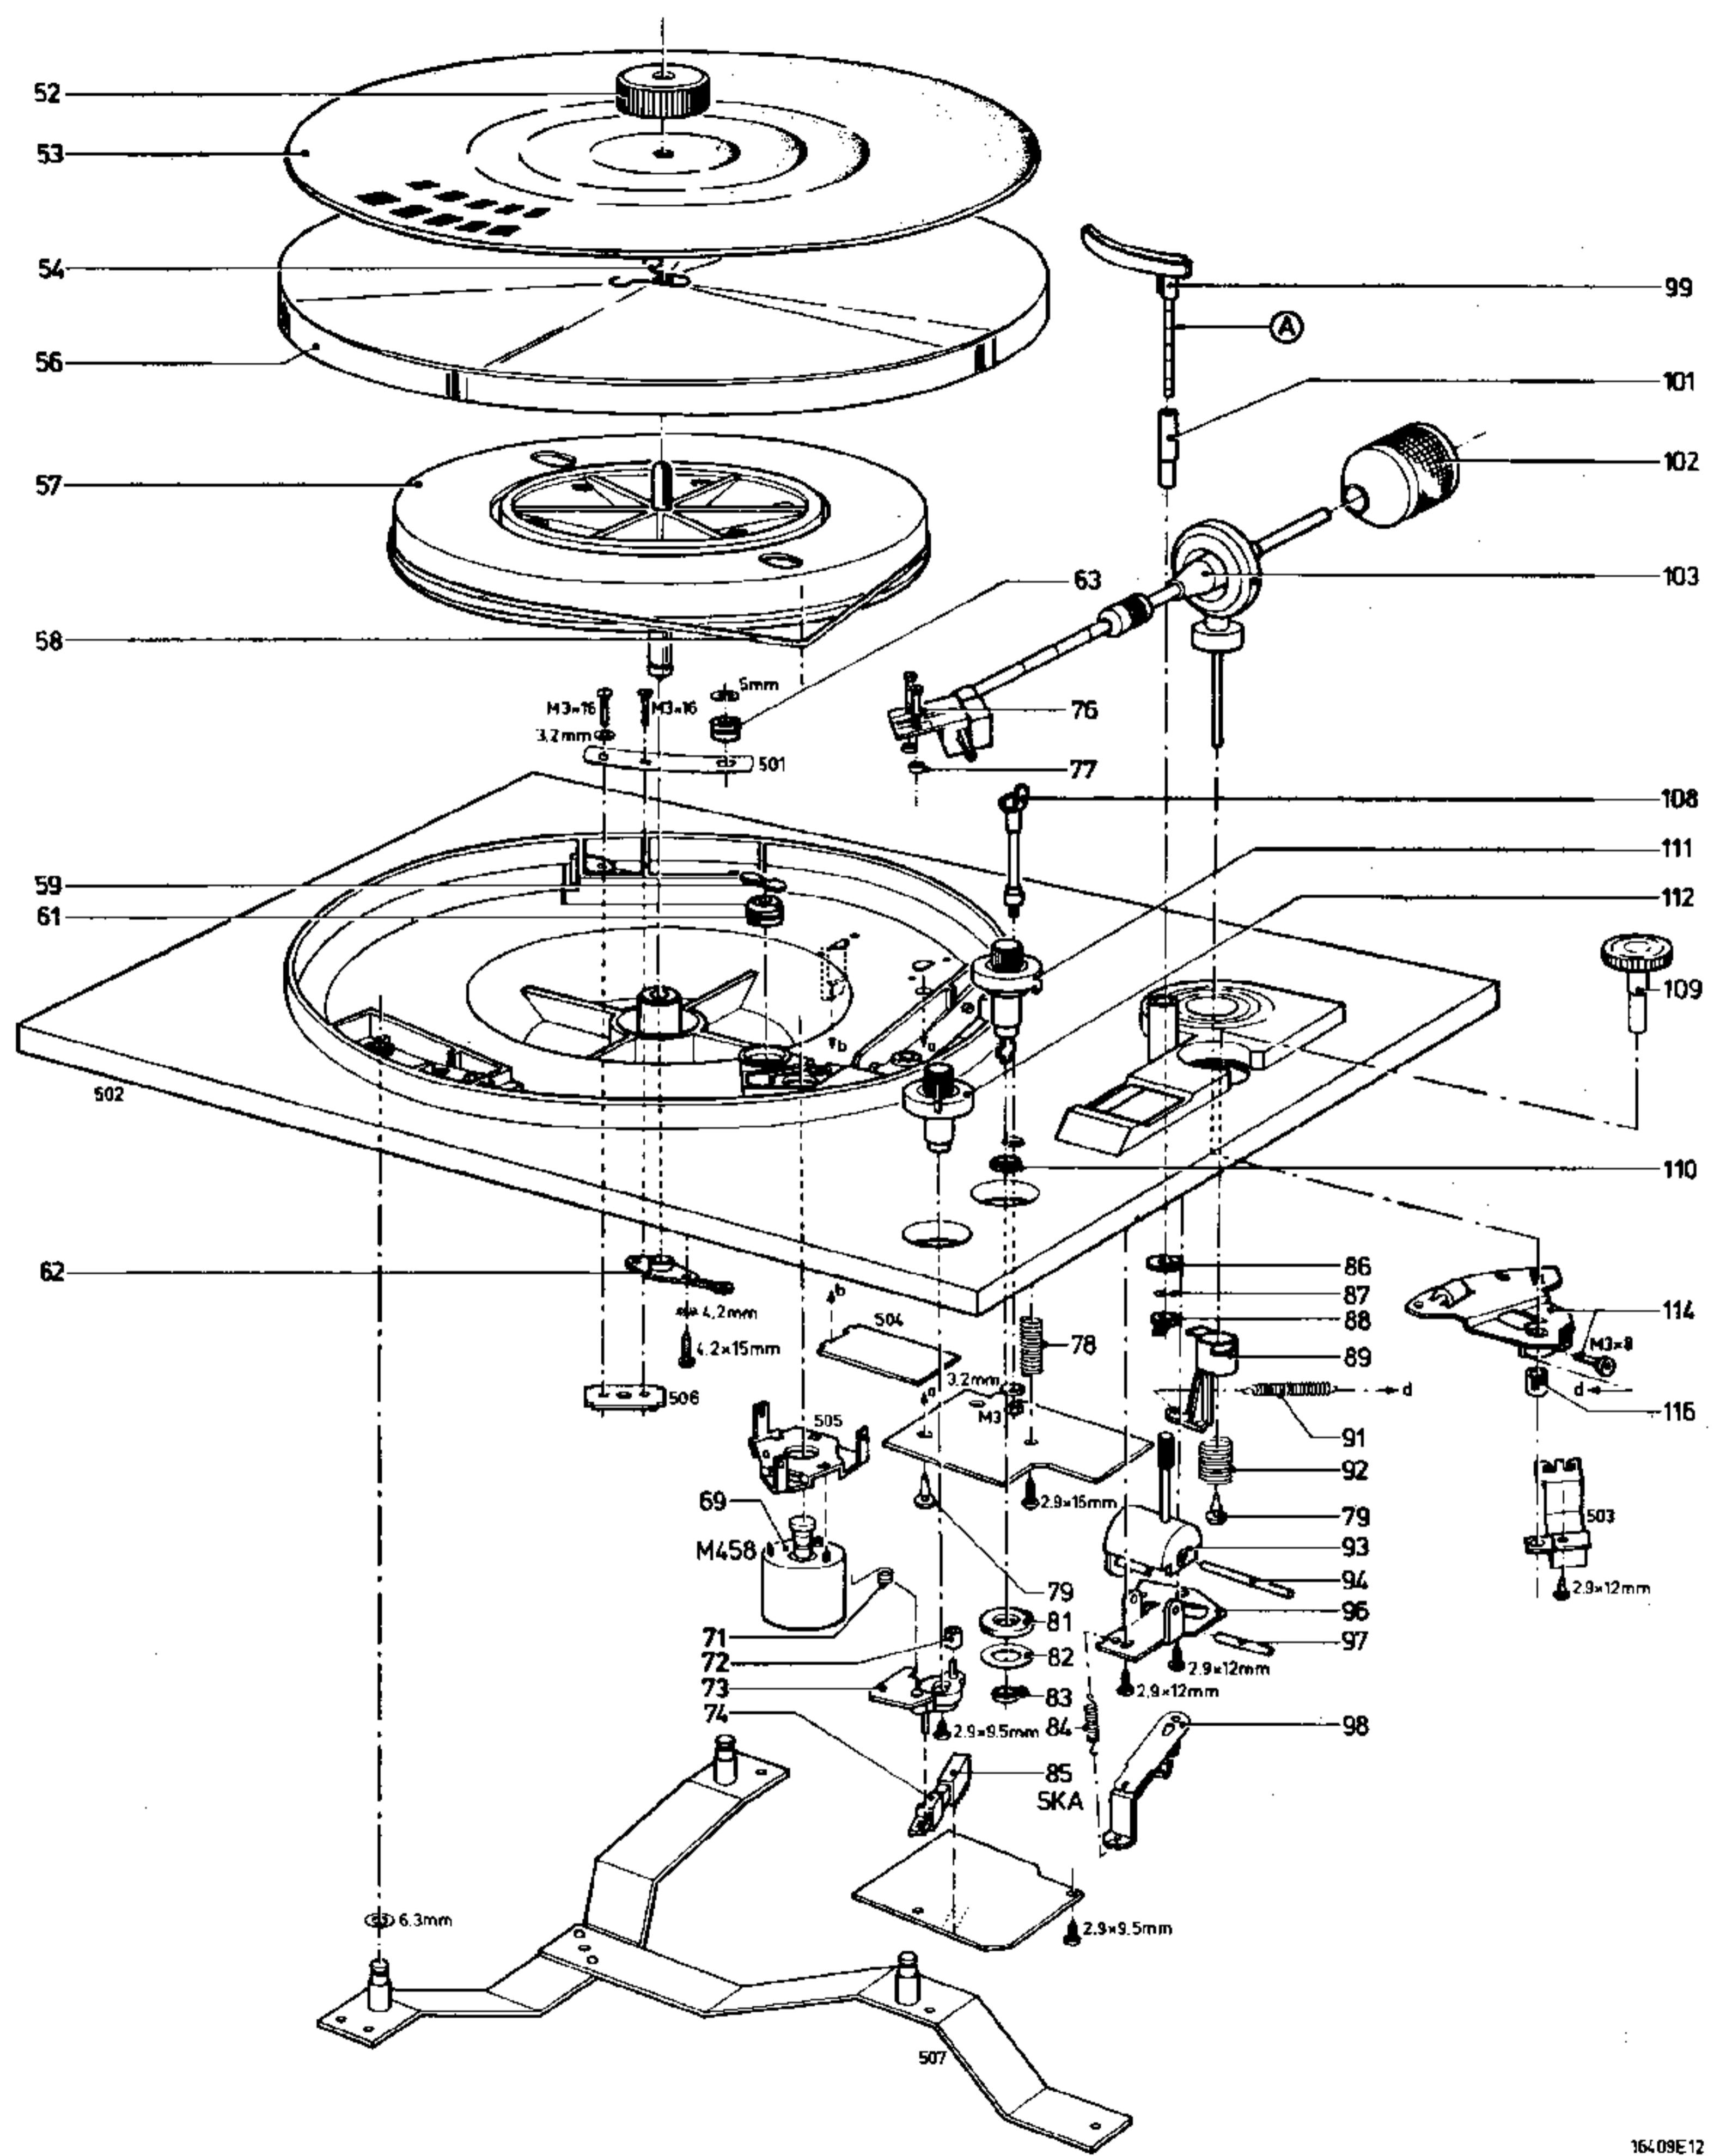

Fig. 1
- Place PU-arm 103 into PU-arm support 108 (Fig. 1)
- Lift PU-arm 103 from PU-arm support 108 (Fig. 1).
4. Adjusting the speeds (Figs. 1,8,9)
- Plaats de PU arm 103 in de PU armsteun 108 (Fig. 1).
- Neem de PU arm 103 van de PU armsteun 108 (Fig. 1).
### 4. Instelling snelheden (Figs. 1,8,9)
### 4. Réglage des vitesses (Fig. 1, 8, 9)
- Tonarm 103 in Tonarmstütze 108 setzen (Fig. 1).
- Tonarm 103 von der Tonarmstütze 108 abheben (Fig. 1).
### 4. Geschwindigkeitseinstellung (Figs. 1,8,9)
- Placer le bras de lecture 103 dans le support 108 (Fig. 1).
- Décrocher le bras de lecture de son support 108 (Fig. 1).